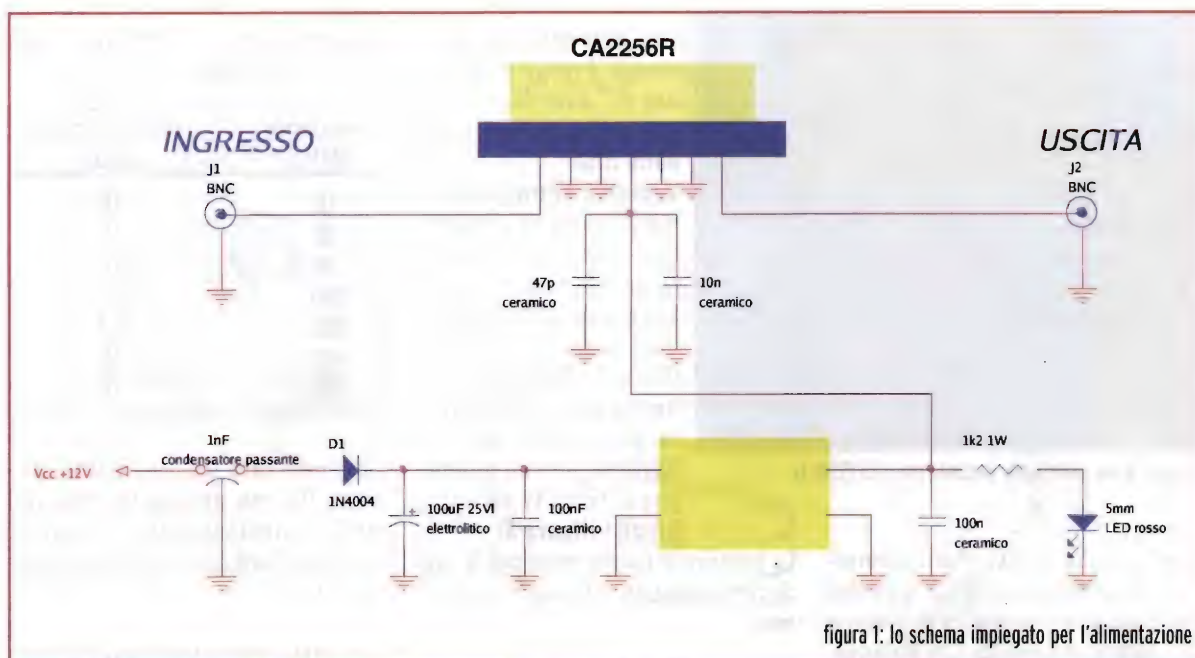

figura 1: lo schema impiegato per l'alimentazione
**figura 1.** Com'è possibile vedere, il tutto è molto semplice, grazie soprattutto alle richieste minimali del modulo impiegato. Non ho previsto condensatori di disaccoppiamento in serie al segnale in quanto sono già contenuti all'interno dell'ibrido. Può essere opportuno inserirli in serie alla linea del segnale, se si prevede di poter utilizzare il modulo con tensioni continue elevate, applicate